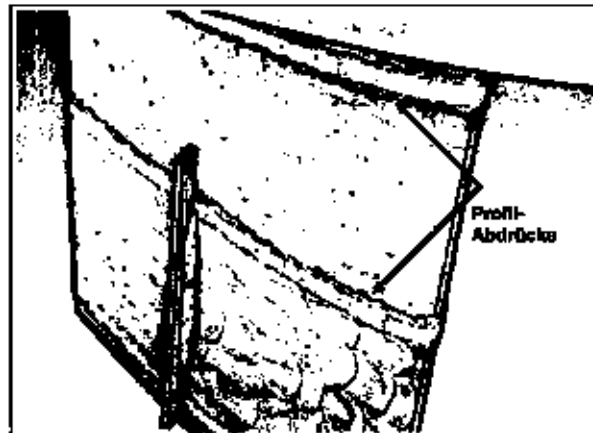

Abb. 7-7 Ziehen Sie mit einem Richteck die frische Epoxidharz auf den Flächen zwischen den Profilabdrücken glatt, wobei Sie diese als Anschlag benutzen.
6. Der Zwischenraum zwischen den Profilen wird dann ebenfalls mit der Mischung aus Epoxidharz/Füller 407 aufgefüllt. Auch diese Schicht sollte wieder etwas dicker sein als durch die Profile vorgegeben. Nun wird mit einer geraden Latte, die etwa 50 x 25 mm messen sollte und so lang ist wie der Kiel tief, das überschüssige Material abgezogen (Abb. 7-7). Die Fläche wird nochmals glatt abgezogen, bevor das Harz zu gellieren beginnt. Um die Arbeit nicht unter Zeitdruck vornehmen zu müssen, sollte man den langsamen Härter 206 benutzen oder jeweils nur eine Seite zur Zeit bearbeiten. Die Spachtelmasse muß nun durchhärten.